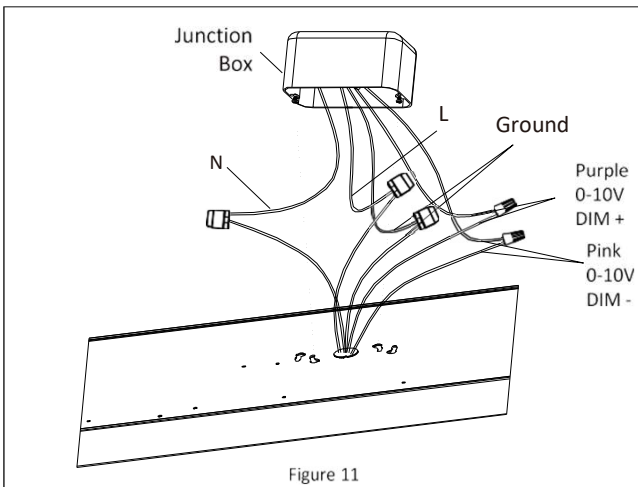

Figure 11
7. Make the wire connections Black to Line, White to Neutral and Green to Ground. Use the supplied push-in connectors to secure the connections. **See Figure 11.**
7. *Raccordez le fil noir au fil de phase, le fil blanc au fil neutre et le fil vert à la mise à la terre. Utilisez les connecteurs push-in fournis pour sécuriser les connexions. Reportez-vous à la Figure 11.*